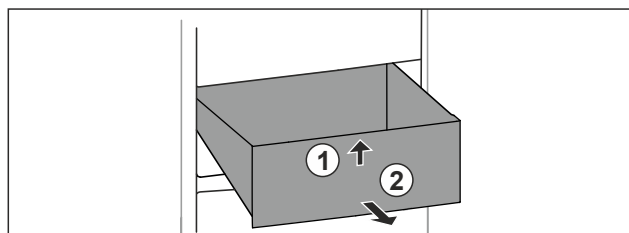

Fig. 21
- ▶ Nadvihnite zásuvku vpredu. Fig. 21 (1)
- ▶ Odoberte zásuvku dopredu. Fig. 21 (2)